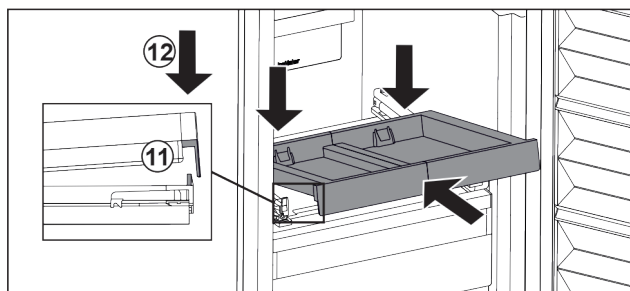

Fig. 143
- Inserire in modo inclinato. Assicuratevi che l'arresto sia dietro la linguetta su entrambi i lati. Fig. 143 (11)
- Abbassare il ripiano estraibile nella parte anteriore. Fig. 143 (12)